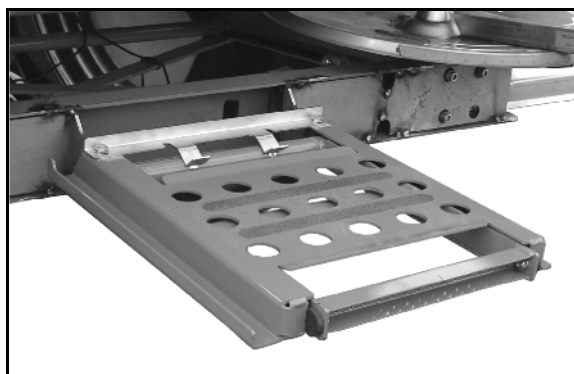

Fig. 41
- Atunci când nu este folosită, scara se rabatează în sus (Fig. 41) și împreună cu podestul se împinge în față.